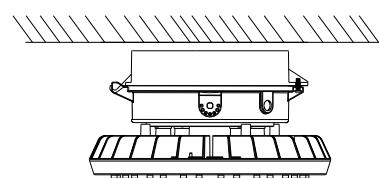

Figure 2
7. Refermer la boîte du pilote avec la vis fournie et serrer à un couplage de 30 po- lb (3,4 Nm) tel qu'illustré à la figure 2.